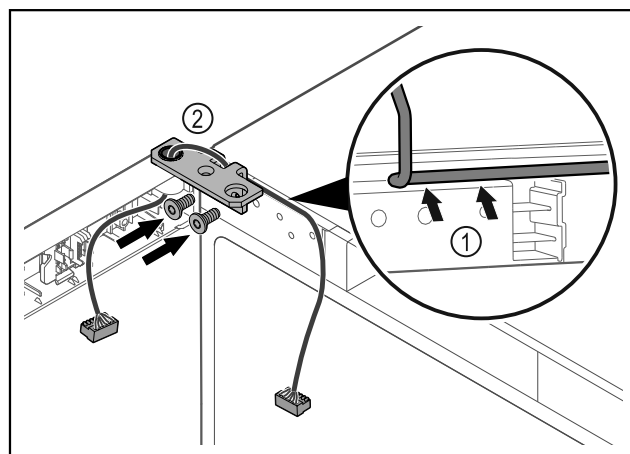

Fig. 38
- Introdurre il cavo nel foro della cerniera angolare e posarlo con cautela Fig. 38 (1).
- Avvitare la cerniera angolare Fig. 38 (2).